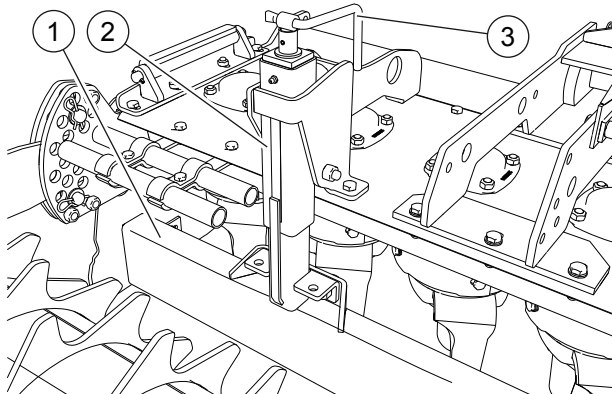

Abb. 33
Zum Ebenen und weiteren Zerkleinern des Bodens ist die Maschine mit der Planierschiene **1**, „Abb. 33“ ausgestattet, die hinter den Werkzeugen angeordnet ist und deren Höhe mit den Schrauben **2** mit Kurbel eingestellt werden kann.
- Die Schrauben **2** lösen „Abb. 33“.